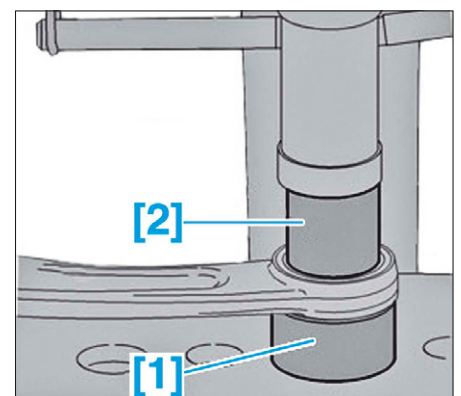

FIG. 14
- Mettre en place les outils [1] et [2] sur l'articulation élastique et l'extraire à l'aide d'une presse (Fig.14).